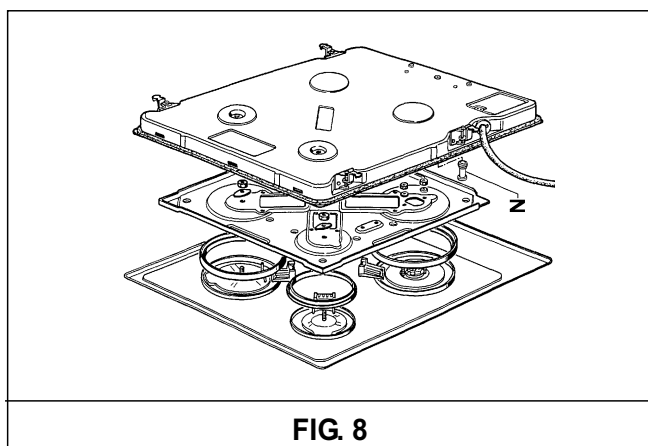

FIG. 8
a) Enlevez la table du meuble, renversez-la, dévissez les vis "Z" et retirez le caisson (voir fig. 8).
Pour remplacer les composants installés à l'intérieur de la table, enlevez cette dernière du meuble, renversez-la, dévissez les vis "Z" et retirez le caisson (voir fig. 8).